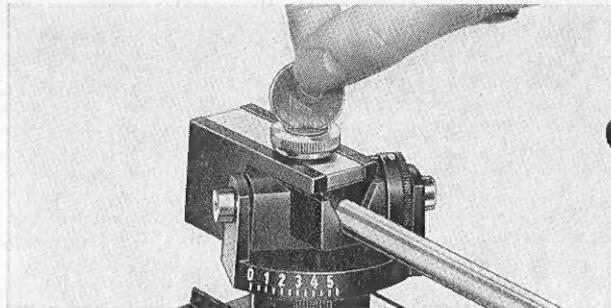

Fig. 8
1. Bei auf der Stütze verriegeltem Tonarm unter Zuhilfenahme einer Münze Feststellmutter durch Linksdrehen lösen (Fig. 8). Auflagekraft- und Antiskatingskala auf „0“ stellen.